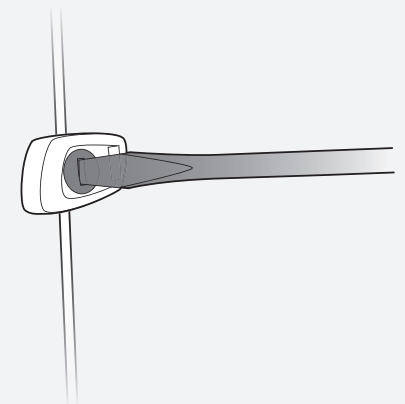

Figure 29. Serrez la vis de serrage.
4. Serrez la vis de serrage à l'arrière de l'aimant (Figure 29) pour fixer la position de l'aimant.